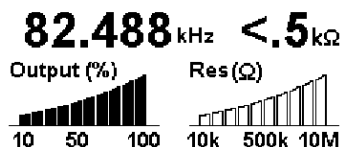

Figura 3-2: Pantalla del transmisor en el modo SFL
6. Oprima la tecla SFL en el transmisor T-5000. Verifique la resistencia del fallo medida en la pantalla del transmisor. Consulte la figura 3-2.